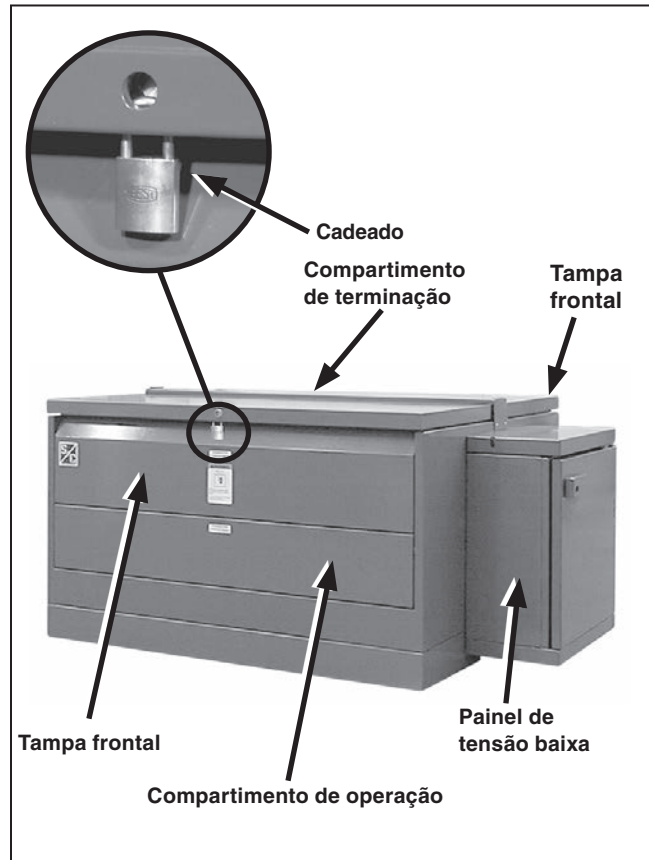

Figura 53. Coloque cadeados no gabinete e no painel de tensão baixa.
- PASSO 4.** Coloque cadeados no gabinete e no painel de tensão baixa antes de deixar o local—mesmo que seja por um tempo curto. Ver Figura 53. Observe este procedimento mesmo nos casos em que o acesso à chave seja feito exclusivamente por pessoal qualificado.